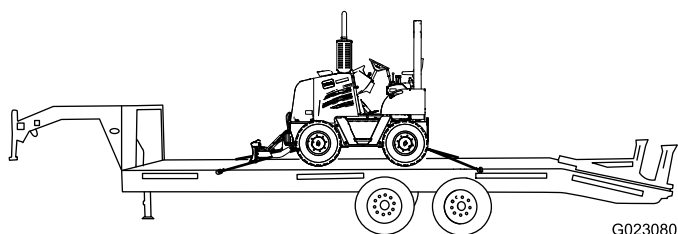

Рисунок 28
9. Прикрепите переднюю часть машины к трейлеру стропами и стяжкой (Рисунок 28).
10. Прикрепите заднюю часть машины к трейлеру с помощью цепей и крепежных деталей (Рисунок 28).